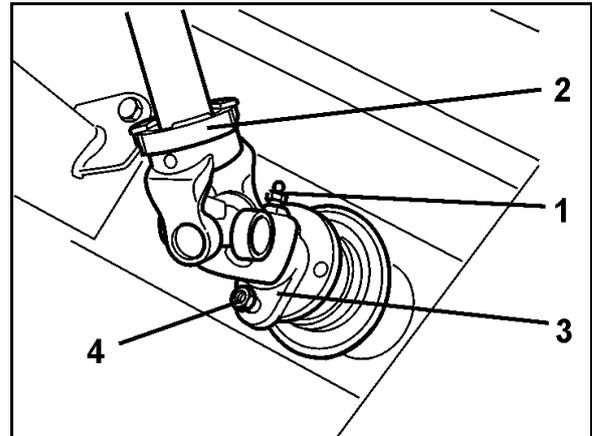

Fig. 81
1. Staccare l'ingrassatore conico (Fig. 81/1) nella forcella di collegamento (Fig. 81/2) dell'albero cardanico.
2. Rimuovere la vite di sicurezza (Fig. 81/4) tra la flangia della forcella (Fig. 81/3) dell'albero cardanico e la flangia dell'albero primario del cambio.